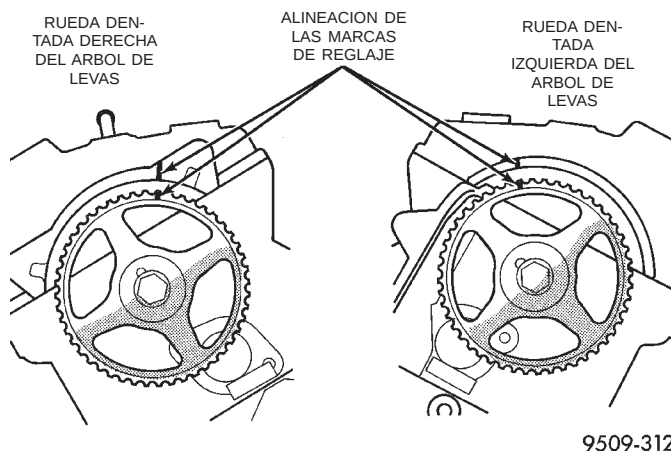

Fig. 65 Sincronización de la rueda dentada del árbol de levas
(2) Fije las ruedas dentadas del árbol de levas, alineando las marcas situadas en las ruedas con las marcas que están en la tapa de la correa de distribución trasera (Fig. 65).